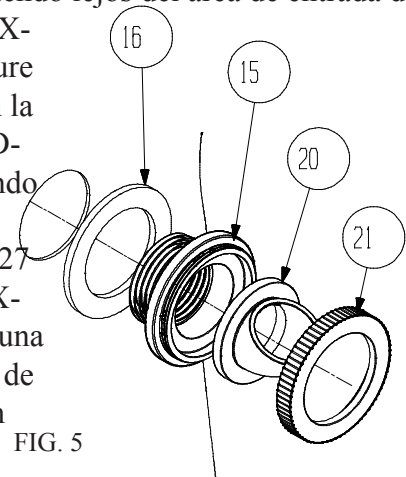

FIG. 5
1. **USO DE LA ENTRADA DESVIADORA;** desvía la dirección del agua de retorno que entra a la alberca, vea parte #20 FIG. 5. Puede ajustar la entrada aflojando el ANILLO DE SEGURIDAD vea parte #21 FIG. 5. La ENTRADA DESVIADORA puede usarse para ayudar a generar una rotación del agua de la alberca en sentido de las manecillas del reloj hacia el área de entrada del EXTRACTOR DE ESPUMA de la pared de su alberca. Para esto ligeramente afloje el ANILLO DE SEGURIDAD y gire la ENTRADA DESVIADORA hacia arriba presionando el agua horizontalmente por debajo de la superficie del agua dirigiendo lejos del área de entrada del EXTRACTOR DE ESPUMA. NO LO DIRECCIONE precisamente hacia el EXTRACTOR esto disminuirá considerablemente la extracción y filtración. Asegure el ANILLO DE SEGURIDAD para sostener la ENTRADA DESVIADORA en la posición deseada que elija. Puede posicionar después la ENTRADA DESVIADORA hacia abajo para ayudar a mantener estable la estructura a lo largo del fondo de la alberca.